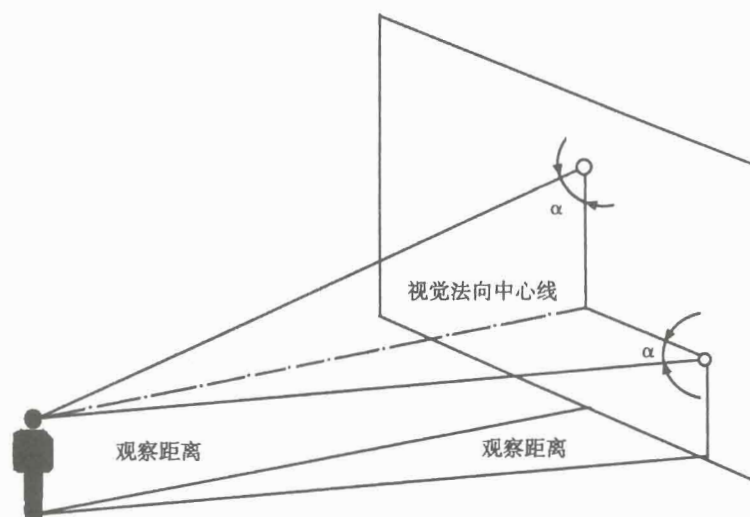

图 A.10 警示标识平面与视线夹角 α 不低于 75° 角
A.3.2.3 警示标识(不包括警示线)的平面与视线夹角应接近 90° 角,观察者位于最大观察距离时,最小夹角不低于 75° 角,如图 A.10 所示。